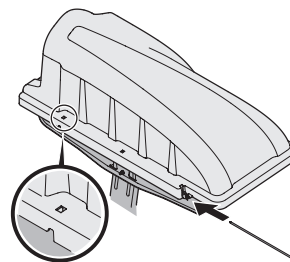
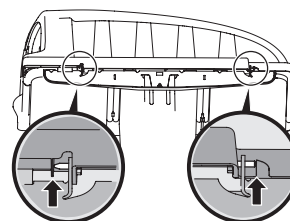

Figure 12
Figure 13
- Insérez la tige de charnière (711-05079) dans le trou de l'encoche de montage. Figure 12. Utilisez le petit trou sur le couvercle (voir l'encadré de la Figure 12) pour aligner la tige de charnière de l'autre côté, puis poussez la tige jusqu'au bout. Elle s'enclenche et sera fixée par l'encoche sous le couvercle du bac récupérateur. Voir Figure 13.